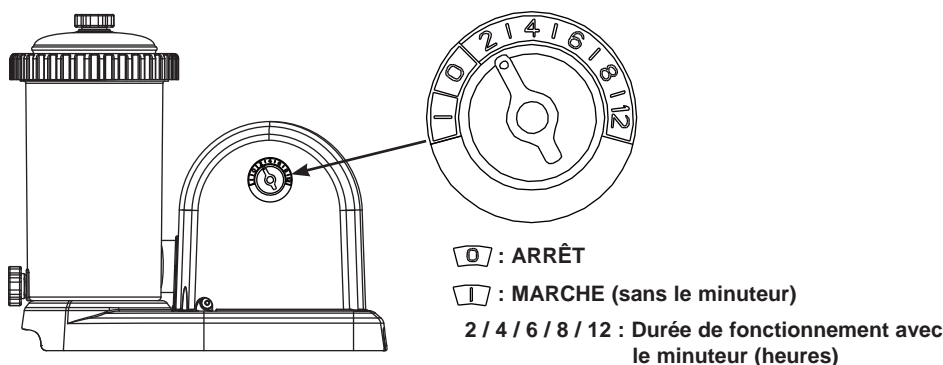

FIG 10
4. Avec l'eau pénétrant dans la pompe, la pression de l'eau va chasser l'air des conduits et de la chambre de filtration par la purge d'air (2). Quand il n'y a plus d'air dans la filtration, l'eau va sortir par la purge d'air (2). À ce moment, serrez fermement la purge (2) en la tournant dans le sens des aiguilles d'une montre.
- A. Branchez le cordon d'alimentation dans une prise électrique et réglez le bouton du minuteur sur la durée (heures) de fonctionnement désirée. **Voir Figure. 10.** Consultez le tableau « Durée de fonctionnement » pour les heures de fonctionnement requises relatives à chaque dimension de piscine.